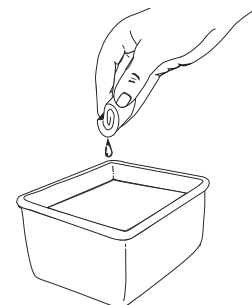

Fig. 23
3. Lave el filtro con agua y detergente (Fig. 23). Enjuague bien el filtro y déjelo secar.